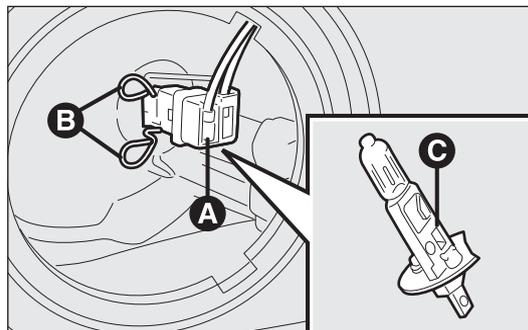

fig. 177
- desconecte el conector eléctrico A-fig. 177;
- desenganche el muelle de sujeción de la lámpara B-fig. 177;
- extraiga la lámpara C-fig. 177 y sustitúyala;